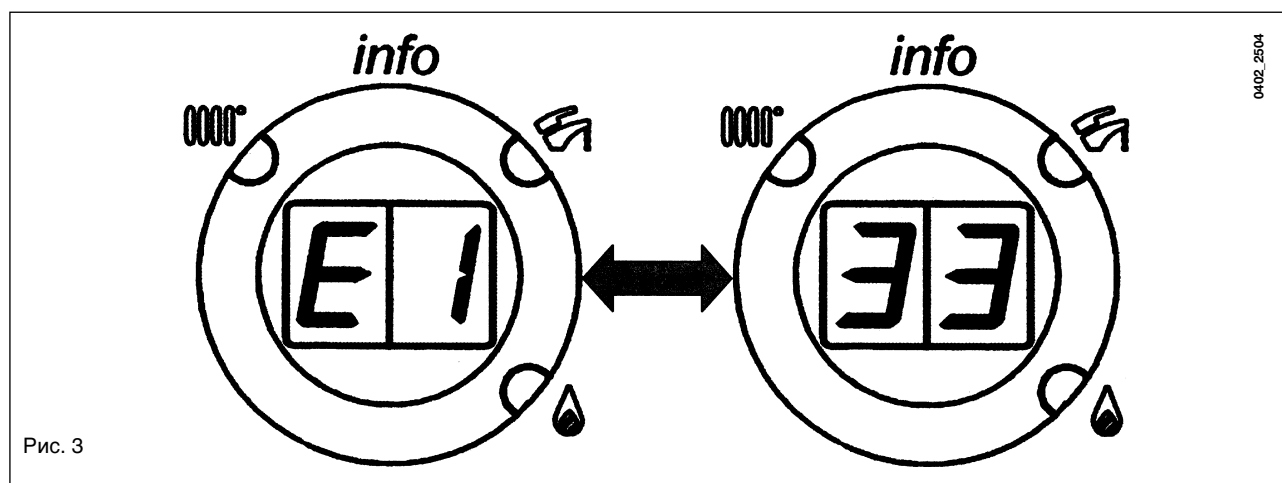

Рис. 3
**ВНИМАНИЕ:** если код неисправности содержит более двух цифр (например E133) на дисплее вначале появятся первые две цифры «E1», затем последующие две «33», как показано на Рис. 3.